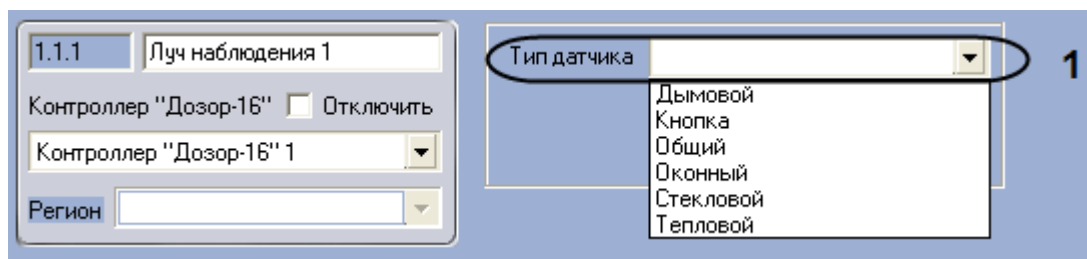

Рис. 3.6—2. Настройка объекта Луч наблюдения
2. Выбрать тип датчика из раскрывающегося списка **Тип датчика** (Рис. 3.6—2, 1).